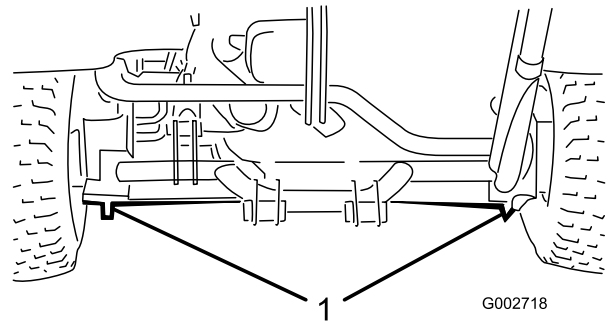

Figura 17
- Lato sinistro o destro – sotto il motore delle ruote posteriori o il telaio (Figura 17).